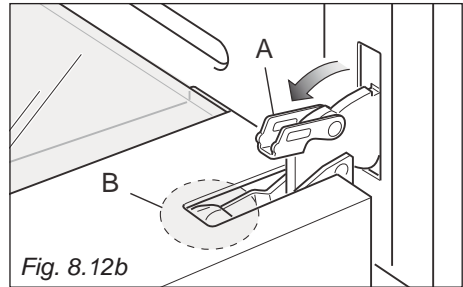
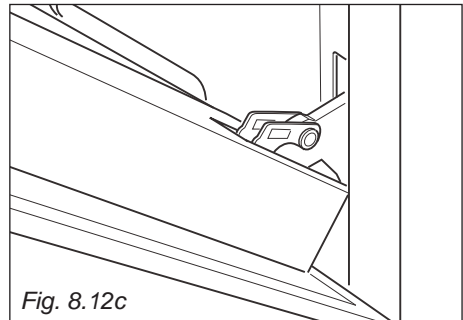

Fig. 8.12b
Fig. 8.12c
- Ouvrez complètement le levier "A" sur les charnières de gauche et de droite (fig. 8.12b).
- Refermez doucement la porte (fig. 8.12c) jusqu'à ce que les leviers "A" des charnières gauche et droite s'accrochent sur la partie "B" de la porte (fig. 8.12b).
- Ouvrez entièrement le levier "A" sur les charnières de gauche et de droite (fig. 8.12b).
- Refermez doucement la porte (fig. 8.12b) jusqu'à ce que les charnières gauche et droite s'accrochent sur la partie "B" de la porte (fig. 8.12c).
1. Assurez-vous que la porte est verrouillée en position ouverte (voir fig. 8.12c).